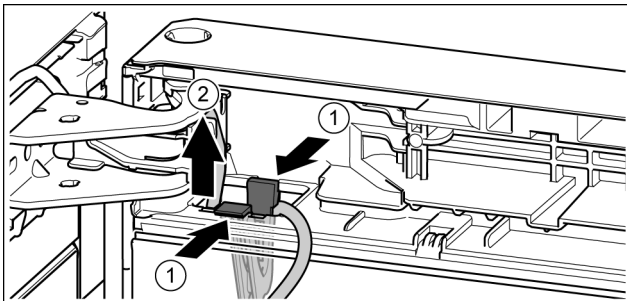

Fig. 25
- ▶ Zatlačte na lamelu. Fig. 25 (1)
- ▶ Vytáhněte držák kabelu s kabelem, který je na něm upevněný. Fig. 25 (2)